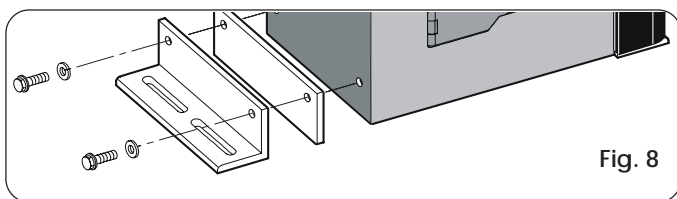

Fig. 8
- 1) Assembleer de bevestigingshoekstukken en de trillingdempende afstandstukken op de aandrijving, zoals op Fig. 8.